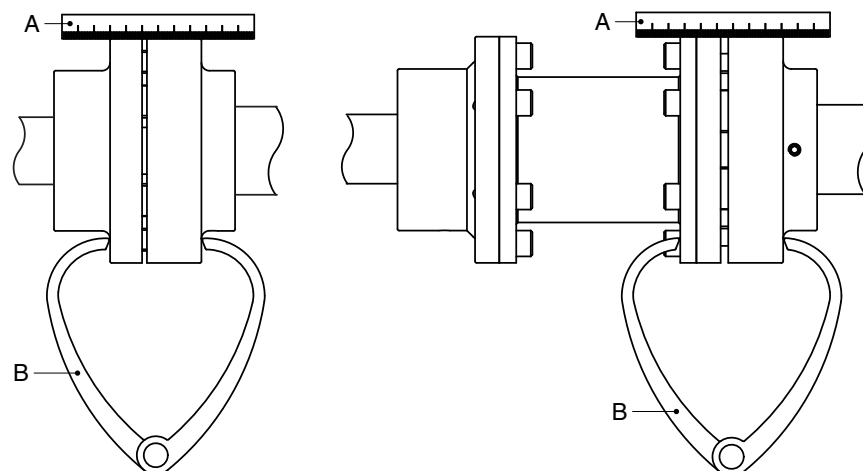

Abbildung 3: Ausrichten der Kupplung mit Hilfe eines Lineals und eines Außenmesstasters.
- 1 Ein Lineal (A) auf die Kupplung legen. So viele kupferne Ausgleichscheiben wie nötig unterlegen oder entfernen, um den Elektromotor auf die korrekte Höhe zu bringen, sodass die gerade Kante beide Kupplungshälften über die gesamte Länge berührt, siehe Abbildung 3.
- 3 Die Ausrichtung nochmals mit einem Außentaster (B) an zwei diametral einander gegenüberliegenden Stellen an den Seiten der Kupplungshälften prüfen, siehe Abbildung 3.